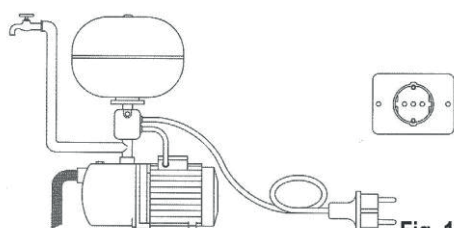

Fig. 1b
2. Odpojte zástrčku čerpadla od el. sítě, úplně otevřete kohoutek a kompletně vyprázdněte systém. Fig. 1b